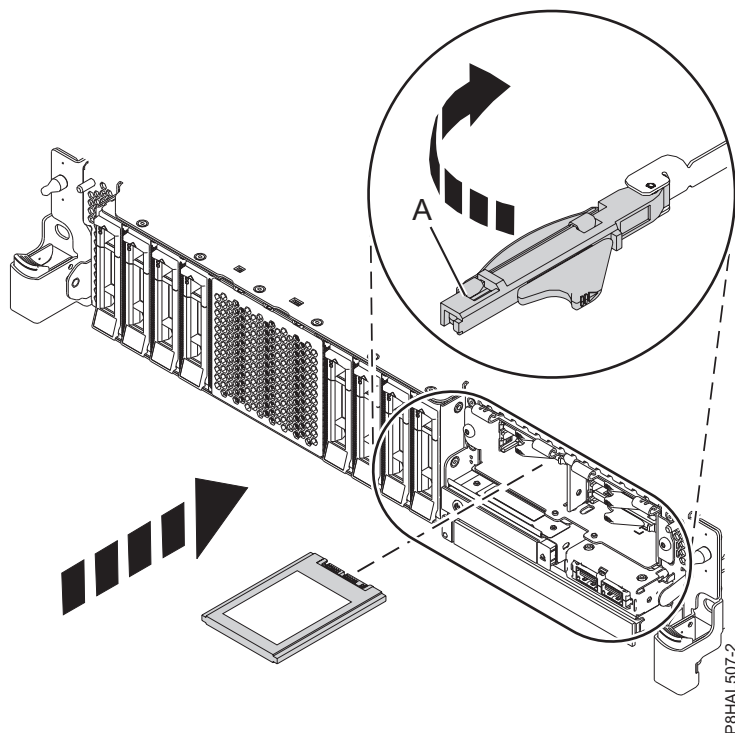

Figura 16. Instal·lació d'una SSD en un sistema de funció expandida
15. Amb la nansa del compartiment d'unitats SSD (A) en posició desbloquejada, feu sortir la palanca per poder accedir a les guies de la ranura SSD. Agafeu la part inferior de l'SSD mentre l'alineeu amb les guies de la ranura SSD. Consulteu Figura 16 a la pàgina 20.
19. Bloquegeu la unitat fent girar la nansa del compartiment (A) en la direcció que es mostra a Figura 16 a la pàgina 20.